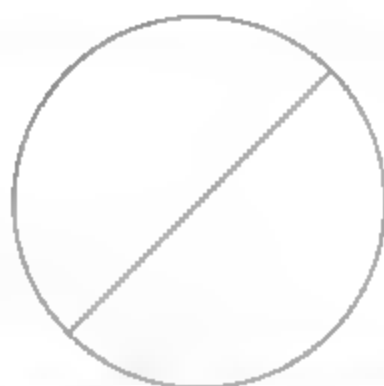

图8-160 旋转线段
- 03 调用RO【旋转】命令，设置旋转角度为  $45^\circ$ ，旋转线段的结果如图8-160所示。